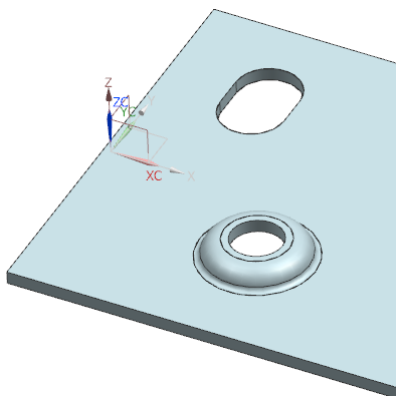

图 10-74 创建法向除料特征
(4) 返回到“法向除料”对话框，单击 **< 确定 >** 按钮，创建法向除料特征，如图 10-74 所示。